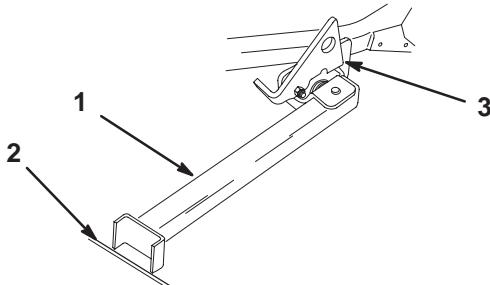

Bild 30
4. Stellen Sie den Fuß auf den Boden und lassen Sie den Riegel auf der Drehlasche aufliegen (Bild 30).
Hinweis: Stellen Sie den Ständerfuß am besten in Risse auf Gehwegen oder in der Rasenfläche (Bild 30).
6. Fahren Sie auf den Ständer auf. Halten Sie an, wenn der Riegel über die Lasche in die arrierte Stellung einrastet (Bild 30). Stellen Sie nach dem Auffahren auf den Stand die Feststellbremse fest und stellen Sie den Motor aus.